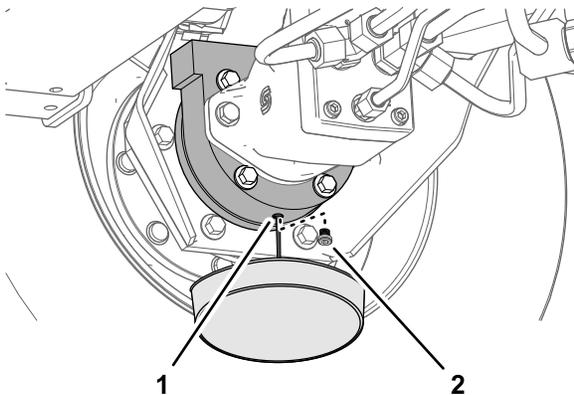

Figura 103
- Coloque un recipiente debajo del alojamiento del freno, retire el tapón de vaciado y deje que se drene el aceite totalmente (Figura 103).